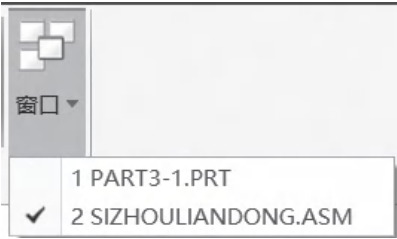

图 1-2-23 “窗口”下拉选项
(3) 单击“窗口”按钮，选择要激活的窗口，在下拉菜单中可以勾选需要进行编辑的文件，如图 1-2-23 所示。